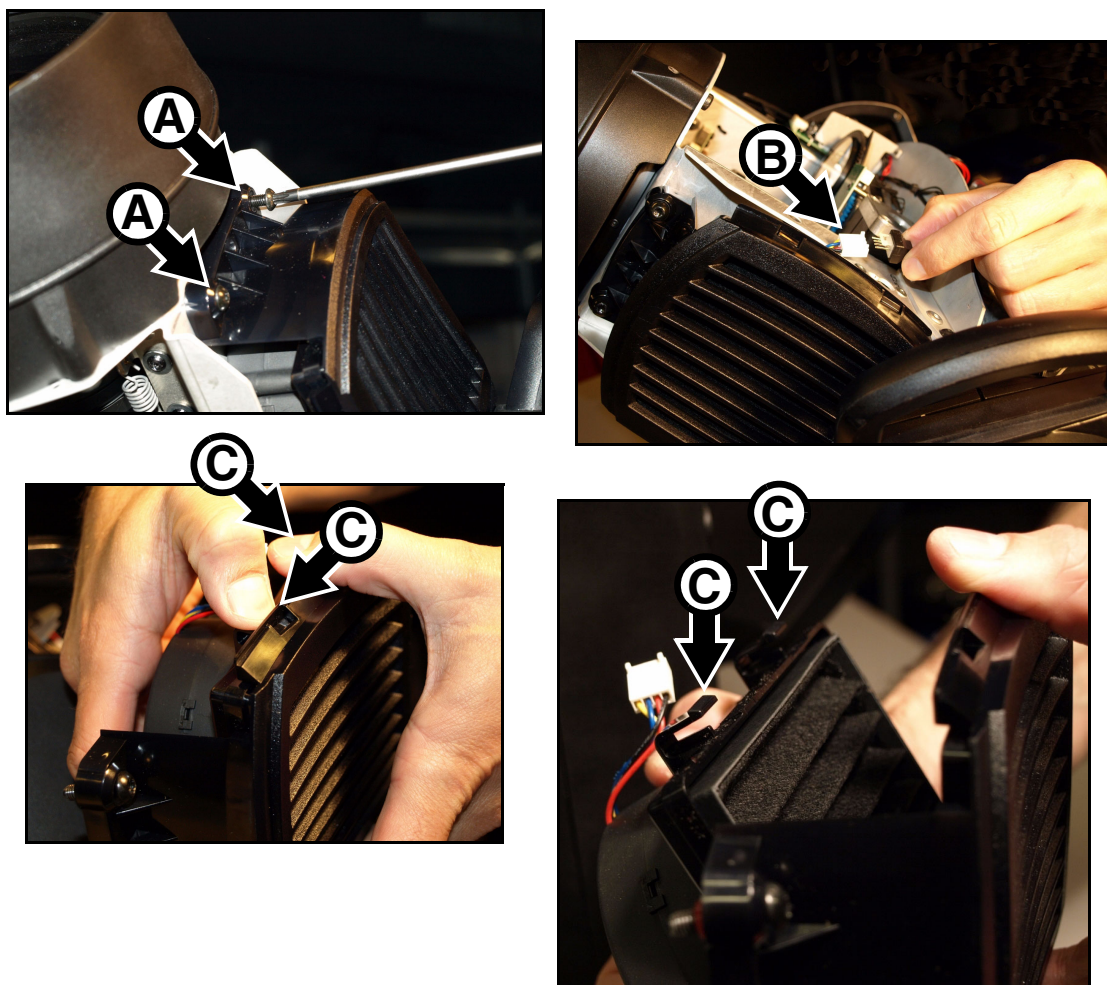

Figure 14: Retrait des filtres à air
3. Voir Figure 14. Desserrez les deux vis captives Torx 25 **A** sur le devant du porte filtre jusqu'à ce qu'elles tournent librement.
8. Voir Figure 14. Crochetez le coté opposé aux clips C dans le support et plaquez le support en position jusqu'à ce que les clips se mettent en place. Vérifiez que le support est en place et qu'aucune ouverture ne laissera passer d'air non filtré.